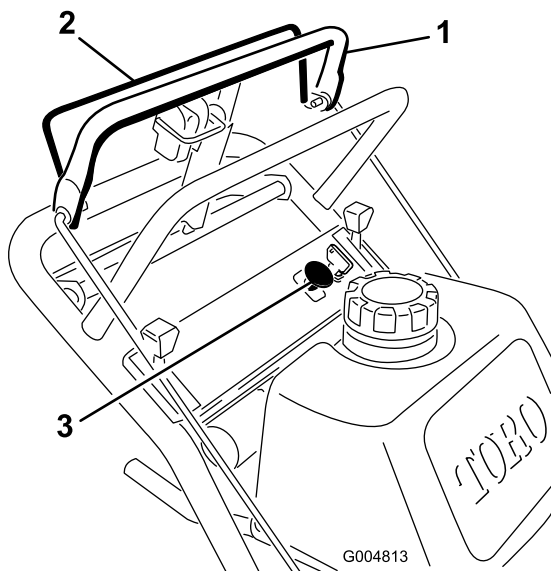

Figura 9
1. Rilasciate la barra di comando superiore per arrestare la macchina (Figura 9).
2. Attivate la lama schiacciando la stegola di comando delle lame contro la barra di comando superiore (Figura 9).
Rilasciate la stegola di comando per disinnestare le lame del tosaerba (Figura 9).